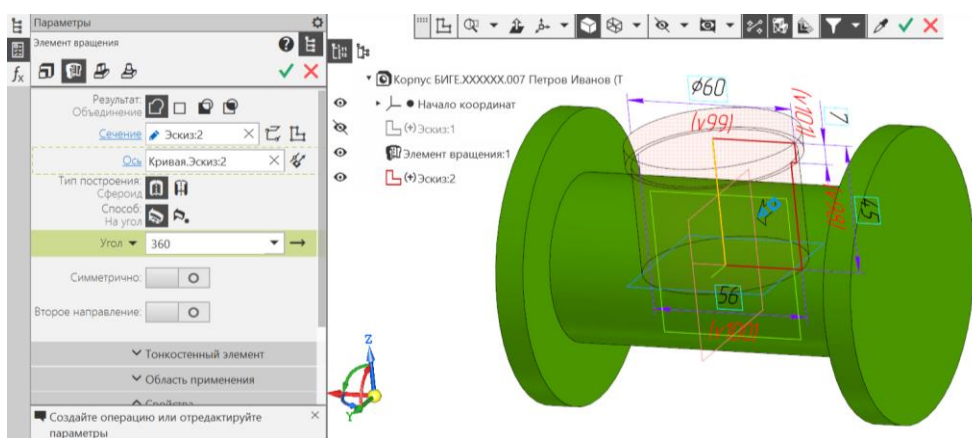

Рис. 5 Команда «Элемент вращения 2»
- **Твердотельное моделирование – Элементы тела – Элемент вращения.** Параметры команды Элемент вращения: результат – Объединение; сечение – Эскиз 2; ось вращения – Эскиз 2; угол поворота – 360° (рис. 5, 6).